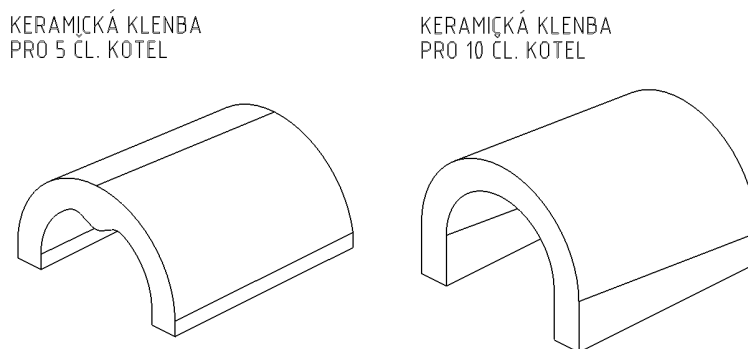
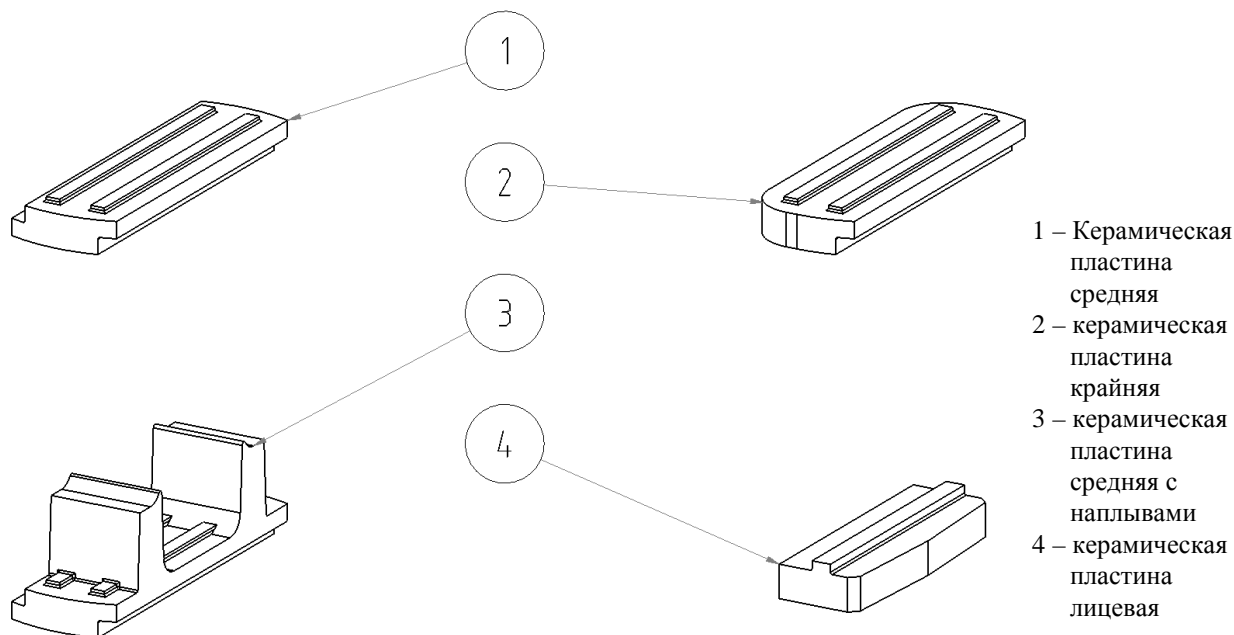
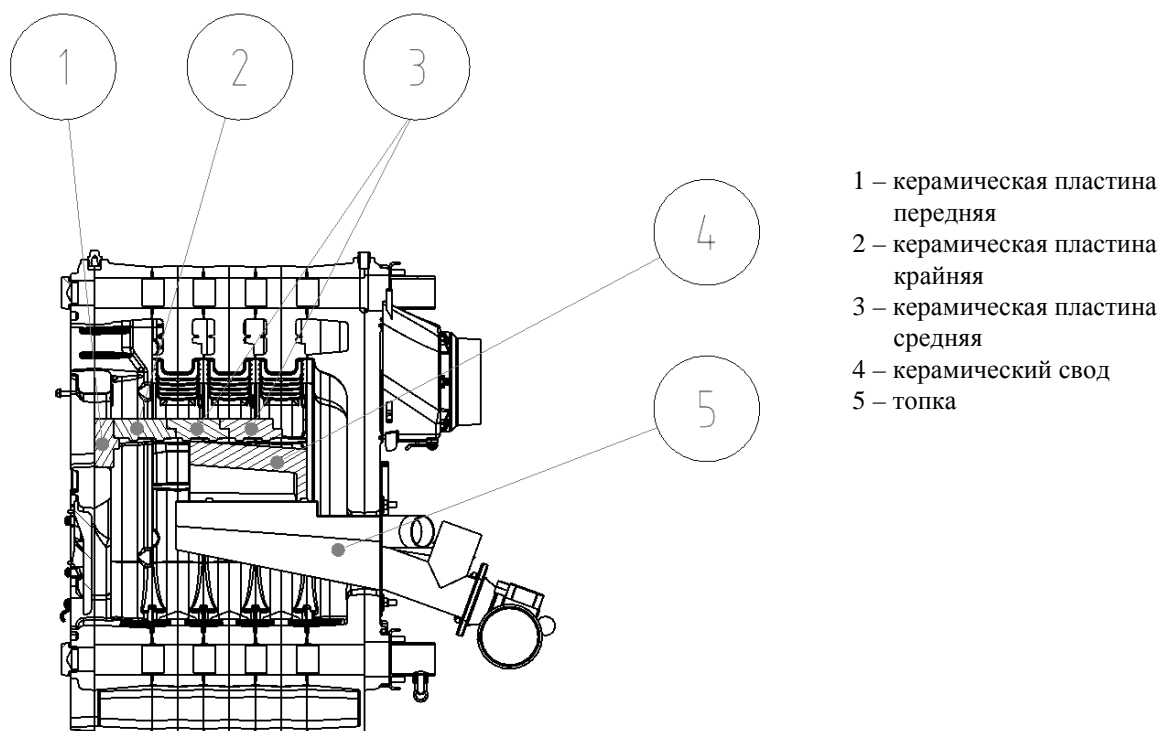

Рис. 13 Керамический свод
Рис. 14 Форма керамических пластин
Рис. 15 Укладка керамических пластин в 5-секционный теплообменник
5. В камеру сгорания установить керамический свод (рис. 13) открытой частью вперед (см. Рис. 15 и 16). На боковые наплывы камеры сгорания установить керамические пластины (см. Рис. 15 и 16). Для котла VIADRUS HERCULES ECO существует 4 типа керамических пластин (см. таб. 3 и рис. 14). Установку керамических пластин произвести рис. 15 и 16. При установке керамических пластин необходимо следить за тем, чтобы пластины как следует легли на наплывы и замки пластин попали друг в друга. Возможные негерметичности можно исправить герметиком с жаростойкостью 1200 °С (напр. ZWALUW) или жаробетоном.